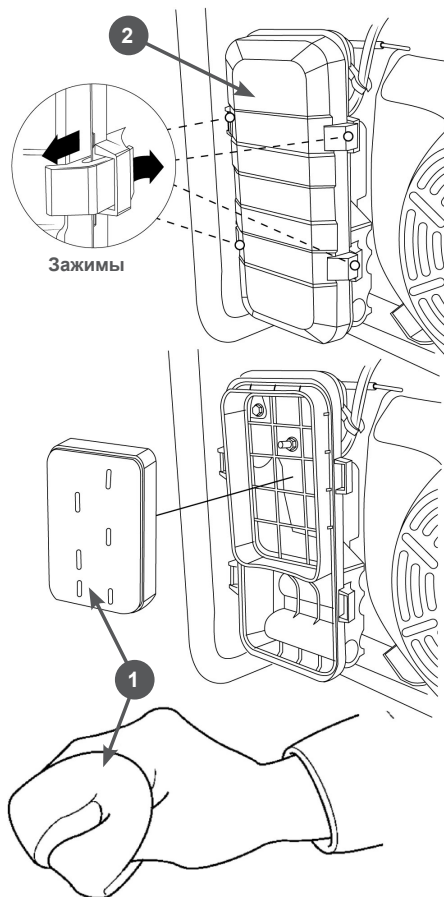

Рис. 14 Обслуживание воздушного фильтра
1. Нажмите на фиксаторы и снимите крышку корпуса воздушного фильтра 2 (Рис. 14).
2. Извлеките фильтрующий элемент 1 (Рис. 14).